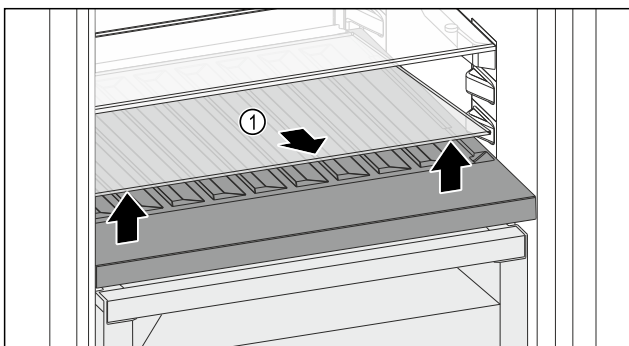

Fig. 118
- ▶ Приподнимите стеклянную пластину Fig. 118 (1) за выемку спереди и извлеките.
- ▶ Уложите стеклянную пластину Fig. 118 (1) на хранение вне устройства.